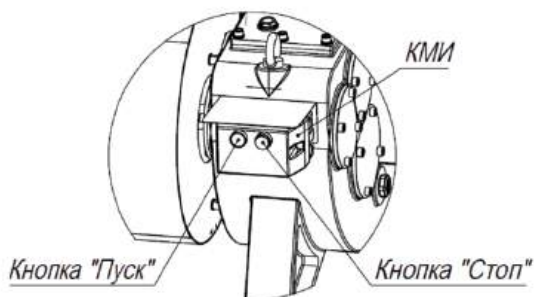

Рис. 2. Расположение кнопок запуска и остановки станка
- нажмите кнопку «ПУСК» (зелёная кнопка) на корпусе КМИ (см. рис. 2);
2. Проверьте состояние режущих кромок ножей. Если рабочая кромка изношена, то следует развернуть нож неизношенной кромкой и заменить нож (см. рис. 2).